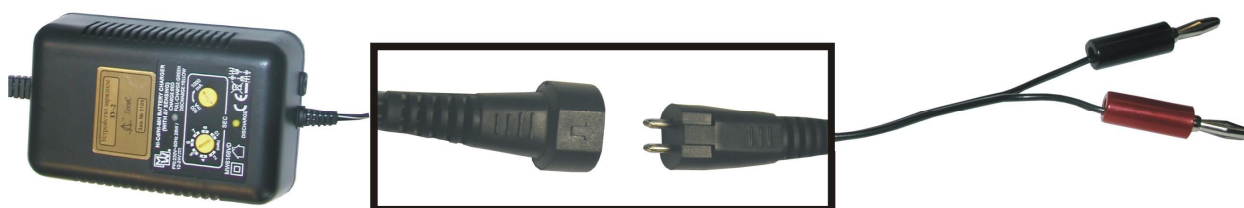

Рисунок 1.4.7. Сборка зарядного устройства
3. Присоедините вилку к разъему на зарядном устройстве (рисунок 1.4.7);